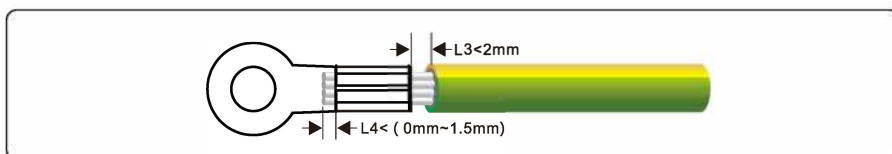

Figura 5.2: Crimpagem de um cabo (unidade: mm)
**Passo 2:** Insira os fios do núcleo expostos nas áreas de crimpagem do terminal OT e os comprima usando alicates hidráulicos, conforme mostrado na Figura 5.2.